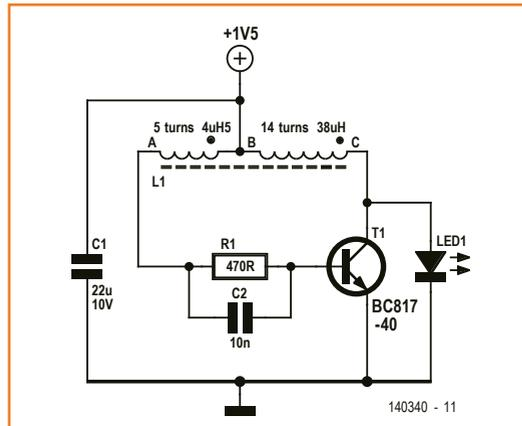

Bild 2. Schaltung des simplen Low-Voltage-Step-up-Konverters mit nur einem Transistor, einer Spule, einem Widerstand und zwei Kondensatoren.
Der Aufwärtswandler in **Bild 2** ist wirklich sehr einfach: Neben dem schon erwähnten Transistor sind lediglich noch ein Widerstand, zwei Kondensatoren und die obligatorische Spule notwendig. Die Spule selbst hat eine Anzapfung, wodurch sich eine Wicklung zur Mitkopplung (AB) und eine zweite zur Energiespeicherung (BC) ergibt. Da die Spannungsversorgung an Punkt B anliegt, sind die Signale der beiden Wicklungen um 180° phasenverschoben. Zusammen mit den 180° des Transistors ergibt sich eine Mitkopplung, welche die Schaltung zum Schwingen bringt.
Damit das Ganze am Ende so aussieht, gibt es ein paar Dinge zu beachten: Das zentrale Element der Schaltung ist L1. Man kann so eine Spule leider nicht fertig kaufen, sondern muss sie selbst wickeln. Für die Wicklung BC sind 14 Windungen notwendig. Anschließend kommen nochmals 5 Windungen für die Wicklung AB hinzu. Da die Ferritperle klein, bzw. ihre Bohrung nur 1,3 mm groß ist und man mit nur 0,15 mm „dünnem“ Kupferlackdraht zu tun hat, kommt man um Geduld und eine feine Pinzette nicht herum. **Bild 4** zeigt einen Wickelplan. Die Punkte entsprechen denen der Schaltung von Bild 2. Zuerst wird die Wicklung mit den 14 Windungen aufgebracht und dann darauf die mit den 5 Windungen. Die beiden Anschlüsse für die Anzapfung (Punkt B in Bild 2) kann man verdrehen und verlöten. **Bild 5** gibt einen Eindruck von der Kleinheit der fertigen Spule.